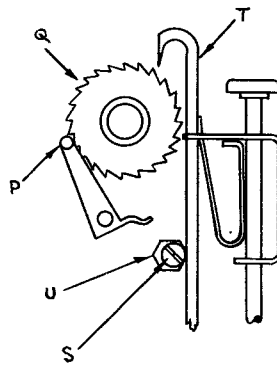

FIG. 36
56. ENGAGE THE JOCKEY ROLLER P IN THE RATCHET WHEEL Q SO THAT IT BEDS RIGHT HOME. (FIG 36). ADJUST THE FEED PAWL T SO THAT WHEN DEPRESSED IT SLIDES DOWN THE INCLINED FACE AT THE BACK OF THE TOOTH SO THAT THE PAWL IS MOVED AWAY FROM THE CENTRE OF THE RATCHET WHEEL. USE ECCENTRIC S. LOCK BY NUT U.